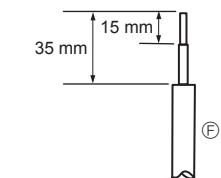
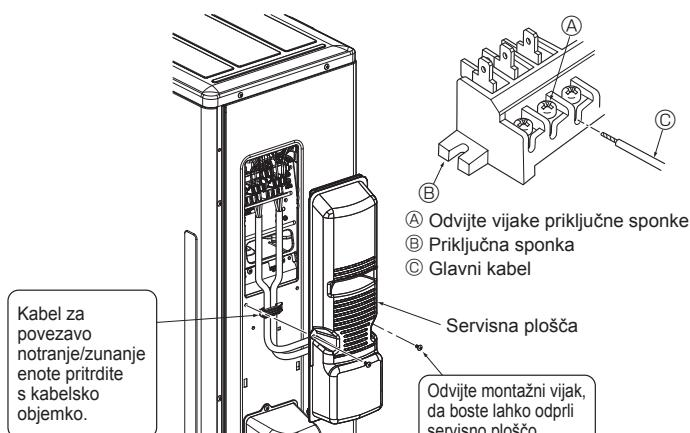

Fig. 6-2
Fig. 6-3
6.1. Zunanja enota (Fig. 6-1, Fig. 6-2, Fig. 6-3)
- ① Odstranite servisno ploščo.
- ② Napeljite kable, kot je prikazano na slikah Fig. 6-1, Fig. 6-2 in Fig. 6-3.
- Napeljite žično napeljavvo, kot je prikazano na shemi spodaj levo. (Kabel kupite v trgovini.) (Fig. 6-2)